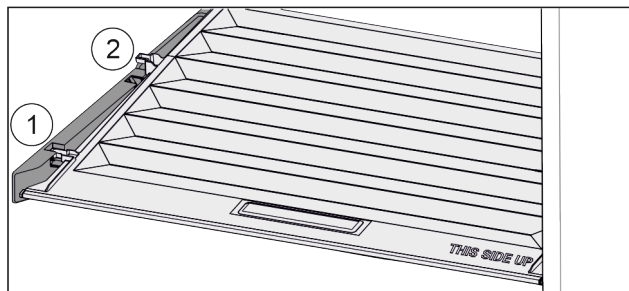

Fig. 93
- Deksel tot de opening in de vasthoud delen naar voren trekken Fig. 93 (1).
- Aan de achterkant vanaf de onderkant omhoog tillen en vanaf de bovenkant verwijderen Fig. 93 (2).